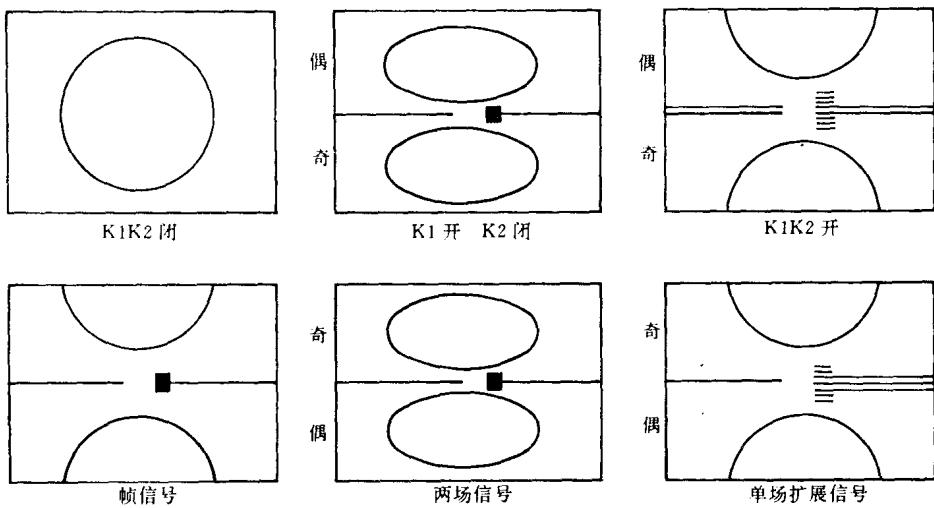

图 2 帧、两场、单场信号图象
(3)为了使一帧图象中相嵌的两场信号实现分离,应将场振荡频率降低为 $1/2$ 标准场频。原电路场频调整范围不够,可在⑬R408 外侧串入电阻 R1 同时并接一个开关 K1,调整 R1 使场频下降。当出现 $1/2$ 场频同步时,图象被分离成上下两场,图象有闪烁感,最明显的标志是场同步信号左粗右细或左细右粗(场同步信号为 2.5 行)。当开关 K1 闭合时,场频复原,这样既不影响正常收看,又能快速转换。R1 实际取值约为 $13 \text{ k}\Omega$ 左右。由于场频改变后负载阻抗降低会使场幅变大和线性不良,可在场中压输出电容上并接一电解电容(如无卷边也可不用)。若场幅太大应在⑫R410 处串接一个约 $70 \text{ k}\Omega$ 左右的电阻 R2,同时也并接一开关 K2。K2 断开时, $1/2$ 场频的幅度会收缩成荧光屏高度,此时可清楚地看见上下两场被压缩的图象重叠在一起,如图 2。若 K2 闭合则只看见一场信号图象,由于图象被上下扩展,可清楚地看见同步信号被滞留在中间,并能分辨出是奇数场或是偶数场信号。调场频可以换成另一场信号,所以 K2 为 $1/2$ 场频幅度扩展开关。若 K1 闭合而 K2 断开则为一帧正常图象被压缩。为调整方便可在电视机适当位置安上一电位器代替场频微调并装好两个开关即可。以下称普通图象为帧信号, $1/2$ 场频满幅信号为两场信号,展幅后称单场信号。